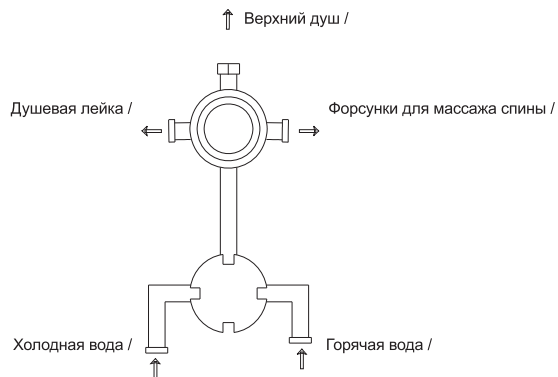

Рис. 19 / 19-сур.
16. Закрепите кабину на поддоне (рис. 19а, б).
17. Установите стеклянную полку с помощью держателей (24) (рис. 19в) и стойку для душа, подключив душевой шланг к специальному выходу с помощью соединителя для подключения шланга (32) (рис. 19г).
18. Подключите душевой шланг и лейку, верхнюю душевую лейку и смеситель к системе водоснабжения (рис. 19).